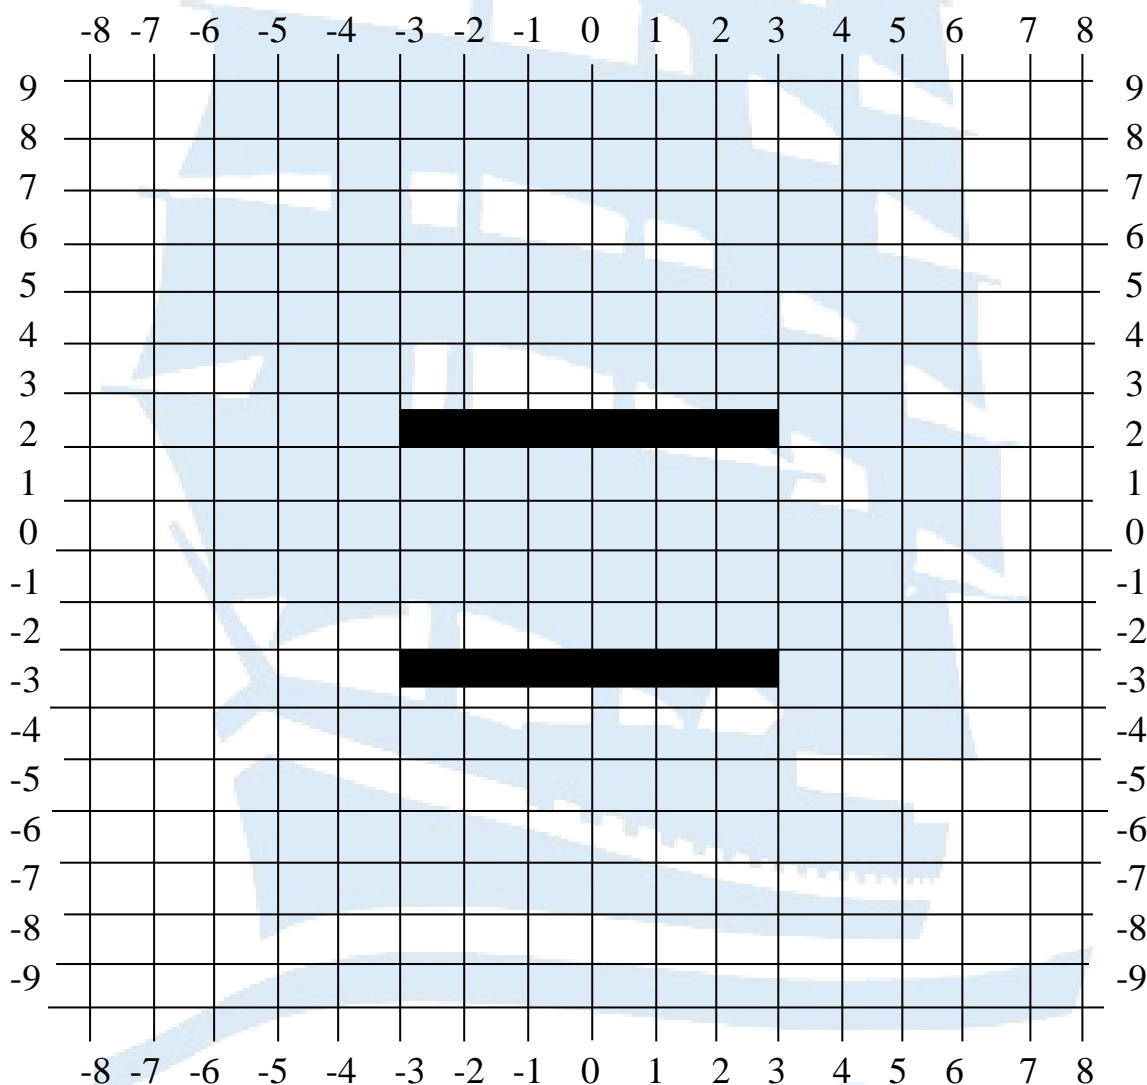

Рис. 3
3. Подготовить координатную сетку, на которой в масштабе изображен токопроводящий лист с **плоскими** электродами (рис. 3).